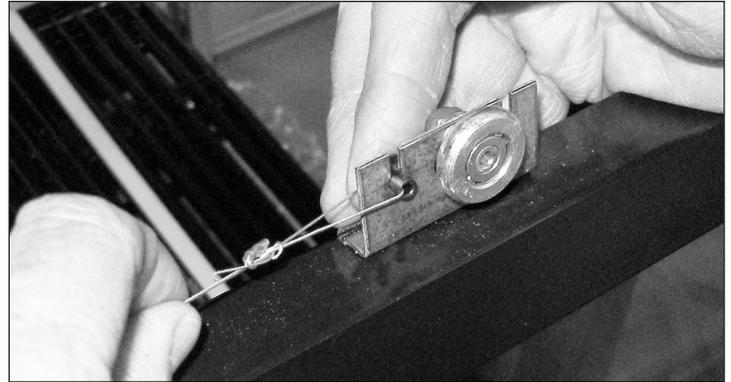

Abb. 5 Die Türschnur aus dem Laufrollenwinkel nehmen.
- Die Türschnur aus dem Laufrollenwinkel nehmen. Siehe Abb. 5 und 6.